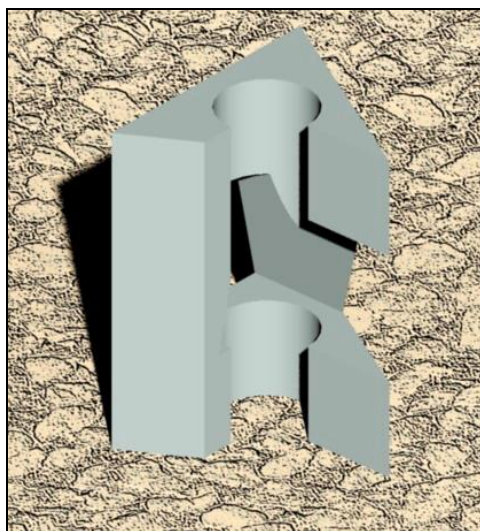

Рис. 13 Пример визуализации трёхмерной модели
2) выполнить визуализацию трёхмерной модели, созданной о индивидуальному варианту, задав параметры визуализации (рис. 13).